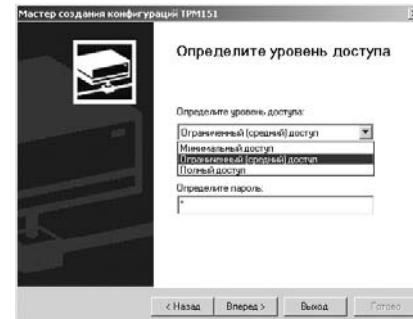

Рис. 25
**Если модификация успешно считана,** на экране сразу появится окно с приглашением выбрать уровень доступа (см. рис. 25).
Нажмите клавишу [Вперед] – откроется окно с приглашением выбрать уровень доступа (рис. 25). Переходите к п. 4.